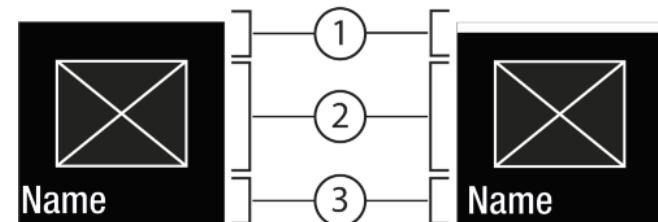
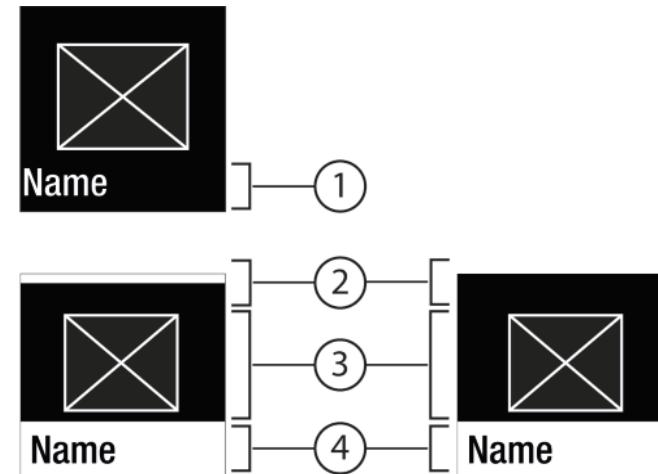

Fig. 6
Fig. 7
- С помощью Подтвердить Fig. 5 (2) активировать Fig. 6 (1) / деактивировать Fig. 6 (1) функцию / настройку.
- С помощью Подтвердить *Fig. 5 (2)* вызвать Подменю *Fig. 7 (4)*.
- Установка нового значения: С помощью Подтвердить *Fig. 5 (2)* выбрать деактивированное значение *Fig. 6 (1)*.
- Назад в меню: С помощью Подтвердить *Fig. 5 (2)* выбрать уже активированное значение *Fig. 6 (2)*.
- ▷ Состояние: активировано *Fig. 6 (1)* появляется недолго в Подменю *Fig. 7 (4)*.